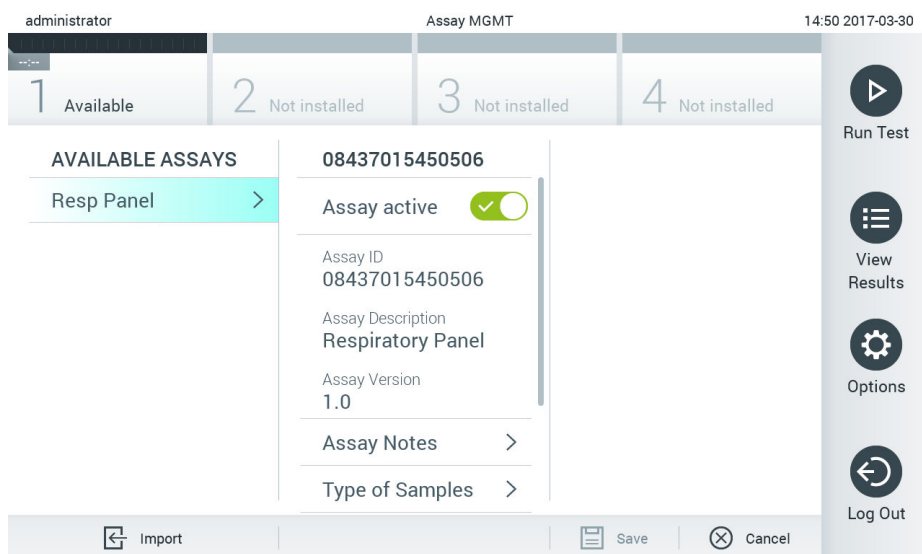

Figura 66. Gestionarea testelor disponibile.
1. Apăsați butonul **Options** (Opțiuni), apoi butonul **Assay Management** (Gestionarea testelor) pentru accesarea ecranului **Assay Management** (Gestionarea testelor). Testele disponibile sunt enumerate în prima coloană a zonei de conținut (Figura 66).